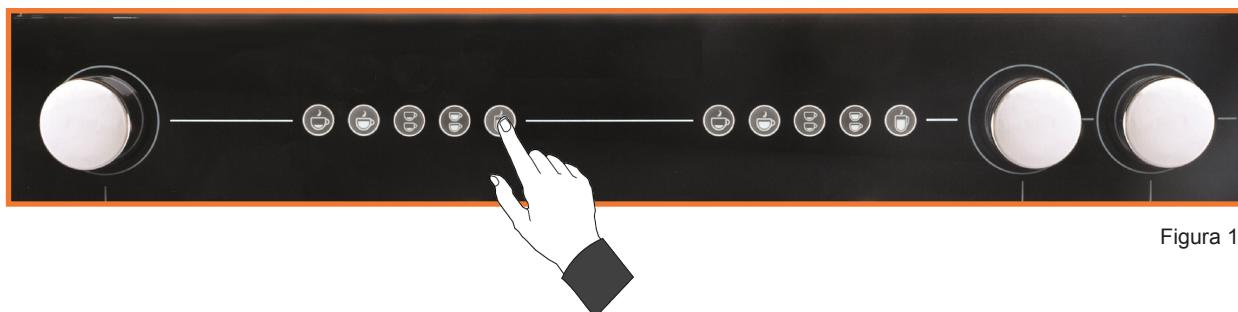

Figura 1
3. Pressione e segure os botões de um café curto e café contínuo do grupo 1 (esquerda), veja a figura 1.